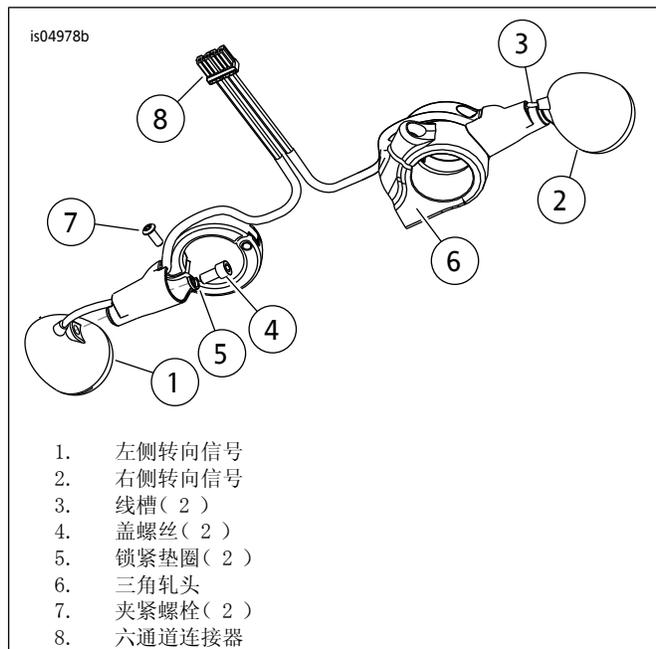

图2. 安装支架和线束的安装(从下方观察)
参见图2。从转向信号灯退出的线束为扁平横截面, 与靠近柄的灯端的槽(3)相似。
1. 参见图2。小心地将导线从转向信号灯通过线槽(3)穿入灯柄。
7. 参见图2。按照维修手册将转向信号线束的插座接线端安装到灯侧的黑色6路Multilock连接器半体[31B]中。除非拆卸时另有记录,